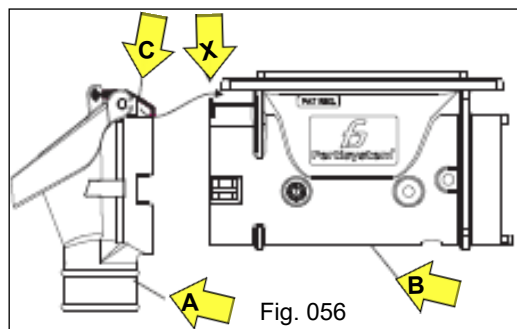
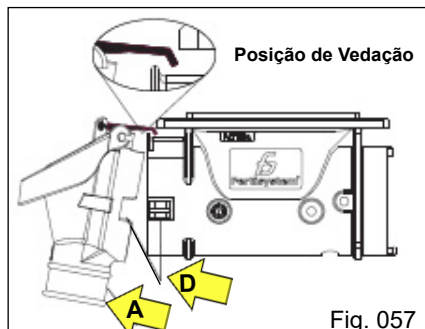
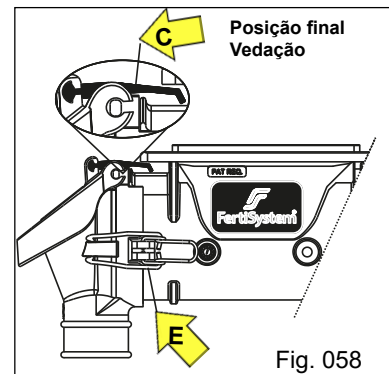

Fig. 056
Fig. 057
Fig. 058
Para realizar a montagem do conjunto do bocal "A", aproxime-o ao corpo principal "B", observando que a vedação "C", fique sobreposta ao ponto "X" do corpo principal "B" (Fig. 056). Para que isso ocorra, incline levemente o conjunto do bocal "A" (Fig. 057) e direcione aos encaixes "D" em ambos os lados, alinhando-os e fixando até o final. Após fixe com o fecho inox "E" (Fig. 058), girando até o travamento final em ambos os lados. Observe a posição final da vedação "C" (Fig. 058).
Ao realizar a operação de retirada do bocal, faça com cuidado o destravamento do fecho inox (E) (Fig. 058) para que não ocorra danos nas mãos pelo "efeito mola" proporcionado pelo mesmo.